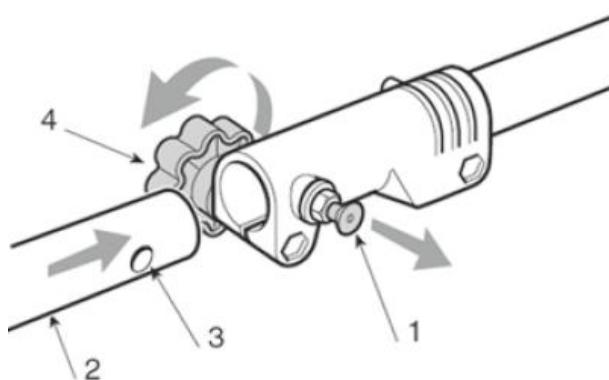

Fig.10
**Assemblage de l'arbre de transmission (Fig.10)**